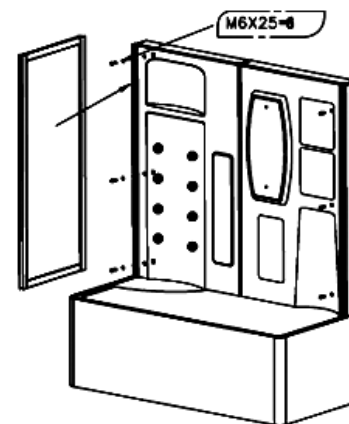

Рис.1
1. Снимите защитную пленку со всех акриловых комплектующих (ванна, панели, купол, задняя акриловая стенка). С помощью саморезов скрутите между собой половины задней стенки (5) и установите собранную заднюю стенку на ванну (6). Закрепите заднюю стенку на ванне с помощью болтов. Стыки и соединения загерметизируйте неуксусным герметиком (показан к применению любой силиконовый герметик отвечающий свойствам pH-нейтральности, бесцветности, противоплесенности). Выровняйте ванну по уровню относительно пола.
2. Прикрутите пристенные профили (1) к боковой стенке (5). Соединения обработайте герметиком. (см. рис.1)
3. Вставьте боковые фиксированные стекла (2) в пристенные профили (1) с двух сторон (см. рис. 1) и обработайте герметиком места соединений.